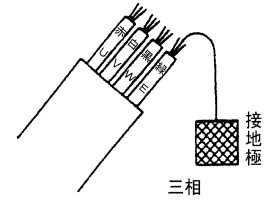

図 5
- a) 三相の場合は図 5 に示すように四芯のうち緑色の線（ラベル E）を接地してください。また緑色を絶対に電源につながないでください。接地は電気設備技術基準に従って、確実に行ってください。